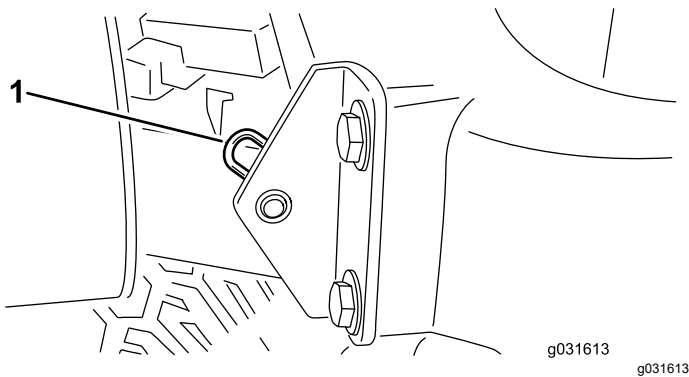

Figura 32
2. Togliete la coppiglia che fissa il perno del cofano alle staffe di montaggio (Figura 32).